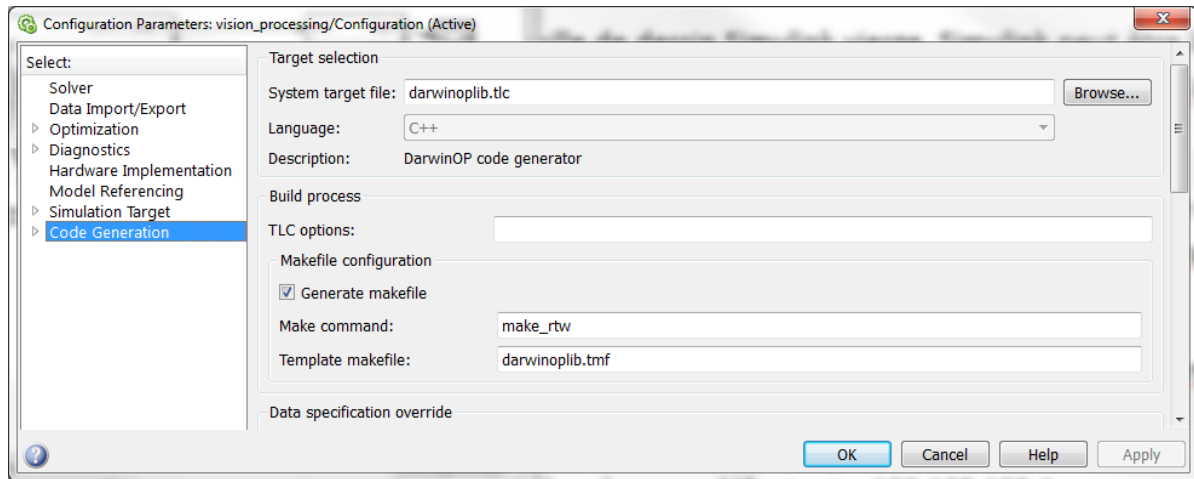
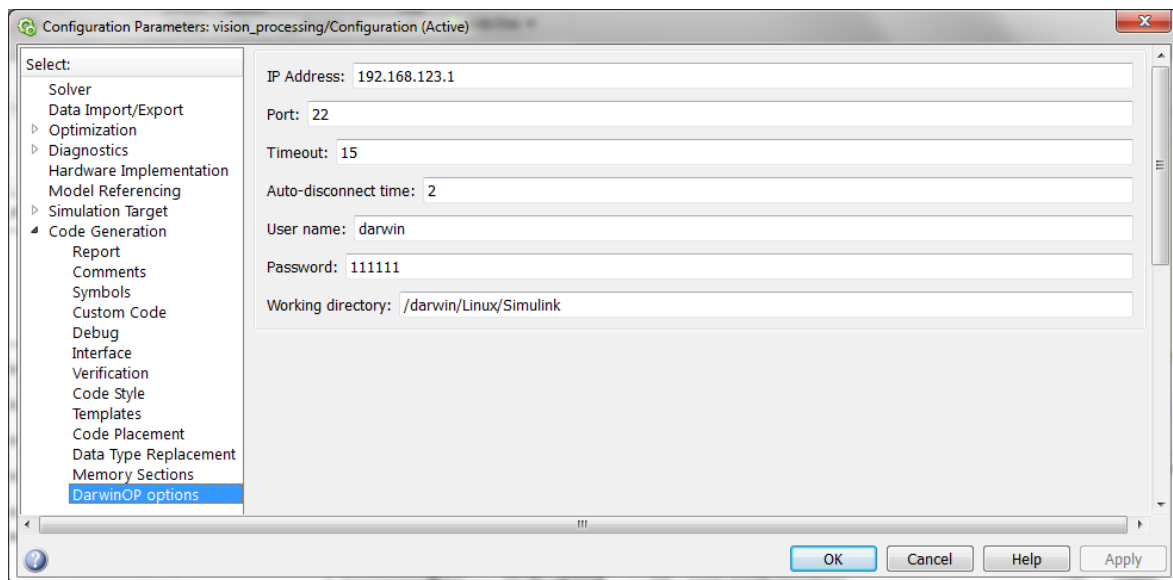

Figure 4: Paramétrage du générateur de code
Figure 5: Paramétrage des options de connexion au robot
La première opération est la modification des paramètres du modèle, accessibles depuis le menu « Simulation/Model Configuration Parameters ». Il faut accéder aux paramètres « Code Generation » et changer le « System target file » en « darwinoplib.tlc » à l'aide du bouton « Browse » (Figure 4).
Une nouvelle catégorie d'options est automatiquement ajoutée dans « Code Generation/DarwinOP options ». Elle permet le paramétrage des options spécifiques au robot (Figure 5).
- darwinoplib/darwinoplib.tlc : « System target file » définition des règles de génération de code (Figure 4) et les paramètres propres au robot DarwinOP (Figure 5) ;
- darwinoplib/darwinoplib\_select\_callback.m : commande à exécuter après la sélection de « darwinoplib.tlc » dans la Figure 4 (force l'utilisation du langage C++ par exemple) ;